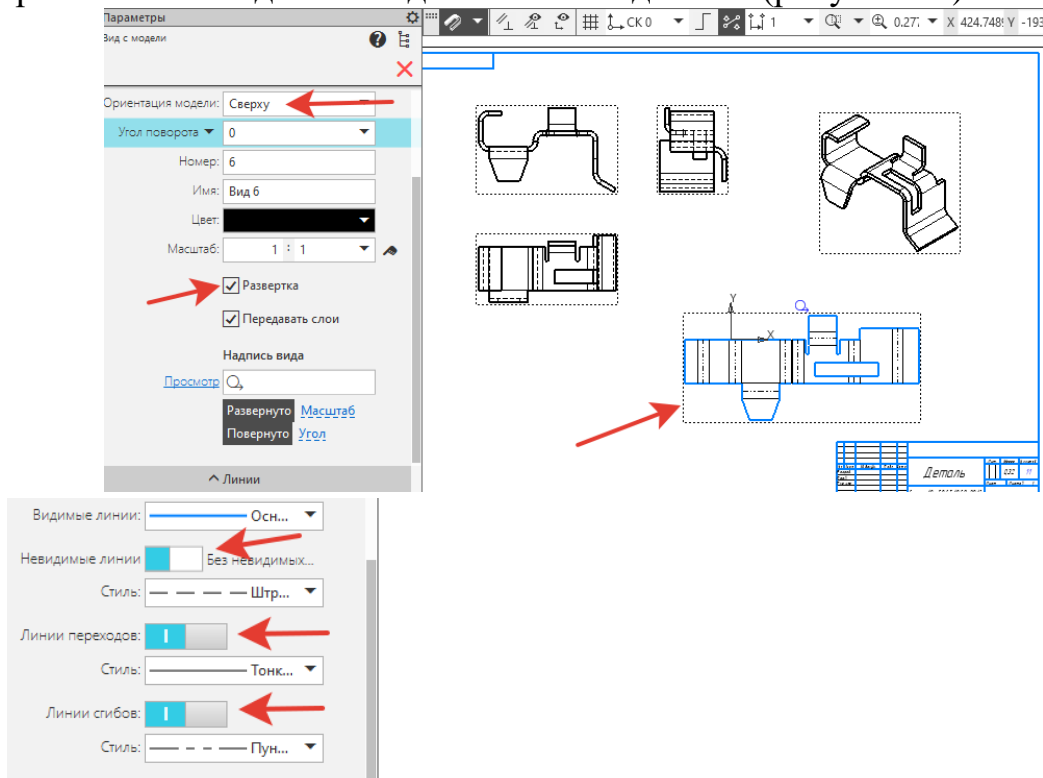

Рисунок 68.
38. На панели **Параметры** – находим **Ориентация модели** – **Сверху**, поставить галочку - **Развертка**. Открываем **Линии – Невидимые линии**, **Линии переходов**, **Линии сгибов** передвинуть бегунок влево. Зафиксируем фантом развертки листовой детали над основной надписью (рисунок 68).